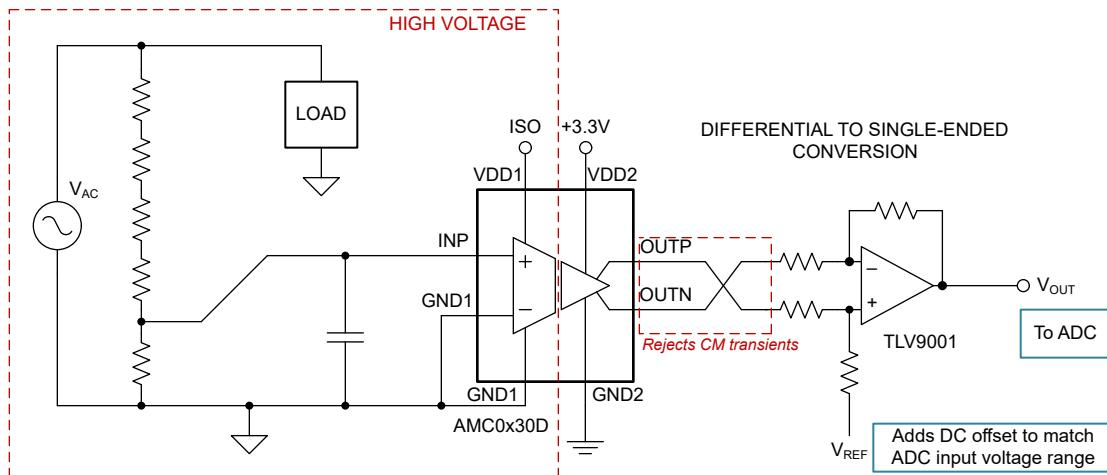
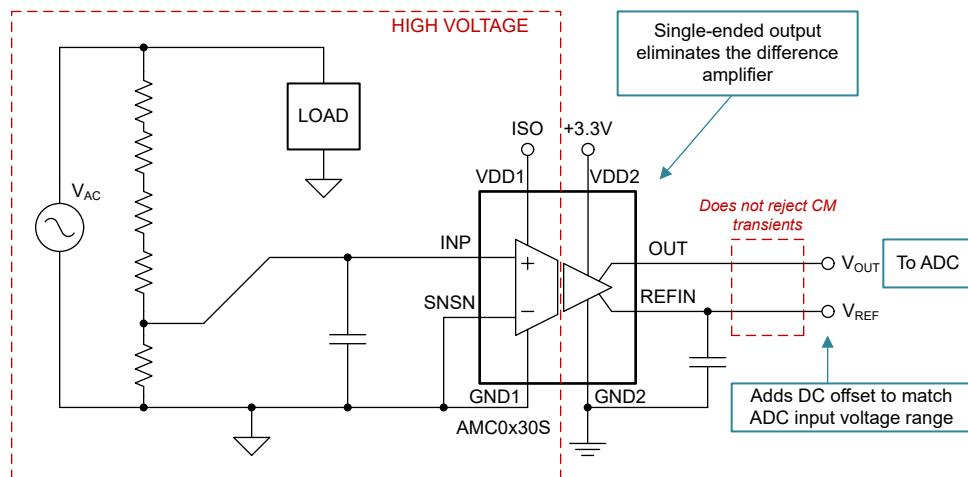

図 1-1. 差動出力のシステムの例
図 1-2. シングルエンド出力のシステムの例
絶縁アンプの最も一般的なバージョンは、図 1-1 に示すように、完全差動出力を備えています。この構成は、同相モード (CM) ノイズがアンプと A/D コンバータ間の信号チェーンに干渉する可能性があるシステムで有益です。ただし、CM ノイズが問題にならないシステムでは、シングルエンド出力絶縁アンプ (図 1-2) により、差動出力で通常必要とされる差動アンプが不要になります。その良い例としては、両方の出力タイプを提供する電圧センシング デバイスの AMC0330 ファミリーが挙げられます。